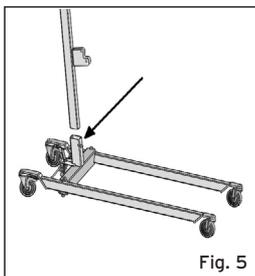

Fig. 5
1. Svitare la vite nella base della colonna. (Fig.5)